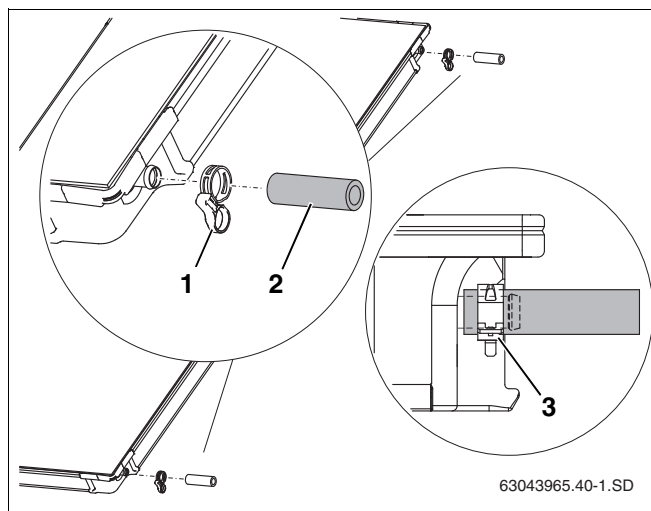

Рис. 39 Предварительный монтаж соединительного комплекта на втором коллекторе
- ▶ Наденьте шланги 95 мм (рис. 39, **поз. 2**) на правые штуцеры второго и всех последующих коллекторов.
- ▶ Наденьте пружинные хомуты (рис. 39, **поз. 1**) на шланг солнечного коллектора (второй хомут будет потом фиксировать подключение другого коллектора).
- ▶ Если пружинный хомут установлен правильно, то нужно потянуть фиксирующее кольцо для фиксации соединения (рис. 39, **поз. 3**).